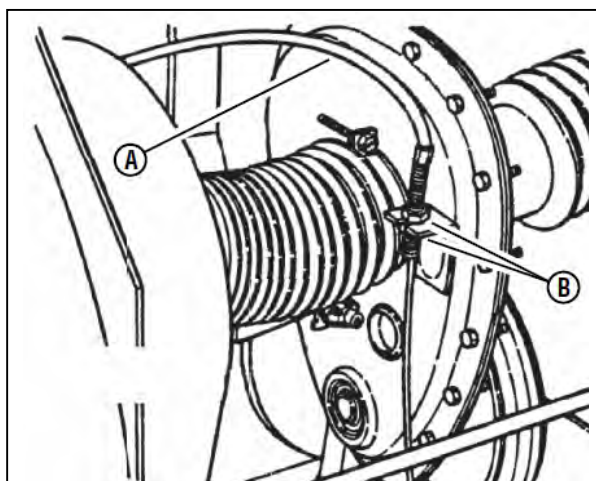

図 8-10 ブレーキケーブルの調整ナット
- ・クラッチ/ブレーキケーブルの下端からケースの底までの距離が規定距離に入るように調整します。(図8-10参照)